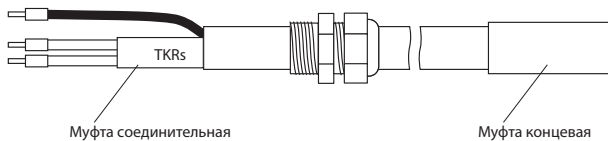

Рис. 10
5.2.3. Окончательный вид соединительной и концевой муфт представлен на рис. 10.